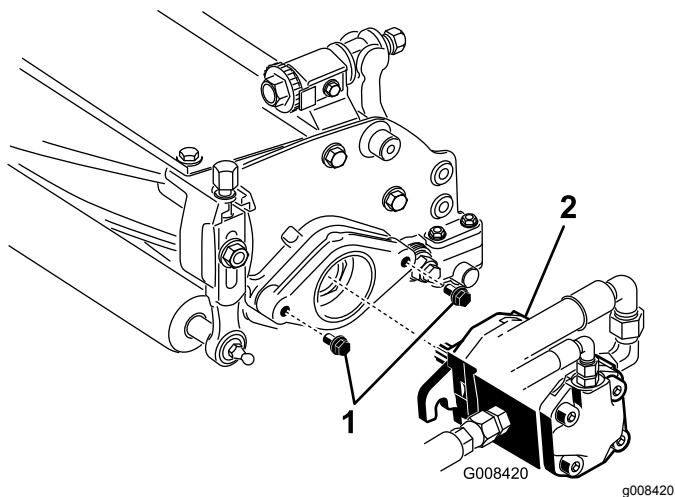

图11
7. 确保每个滚刀驱动马达安装螺栓都有大约 13mm 的螺纹露在外面 图11。
8. 在马达花键轴上涂抹干净的润滑脂然后安装马达首先顺时针旋转马达使马达法兰脱离螺栓。逆时针旋转马达直至法兰环绕住螺栓 图11。
9. 然后旋紧安装螺栓 图11。